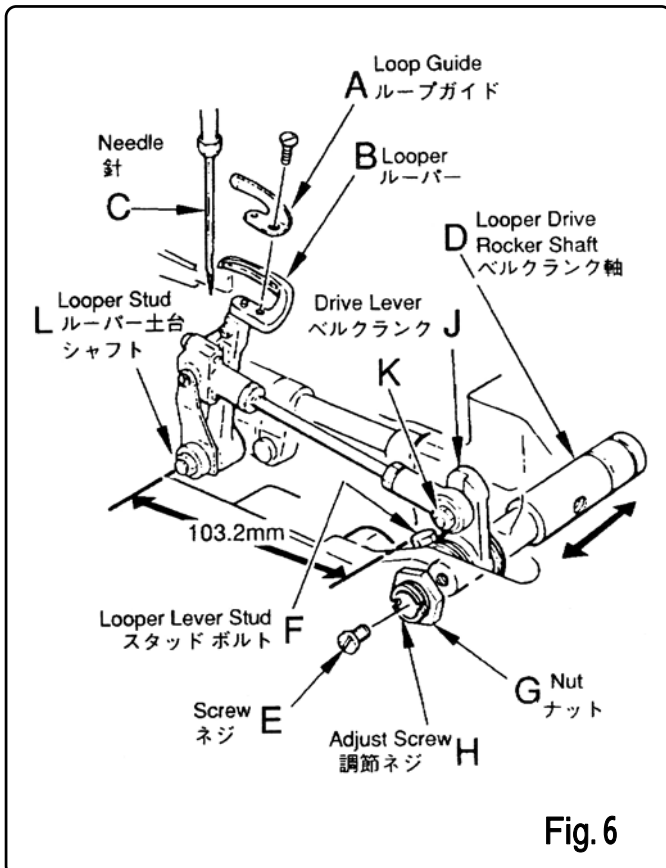

Fig. 6
a) Timing of Loper and Needle (Fig.6)
b) Loper Stroke (Fig.6)
a) 針とルーパーの同調(Fig.6)
- スラスト調節ネジ H は、一度ナット G と調節ネジ H を緩めてから、調節ネジをトルク 7kg/cm で締め付けてください。調整後、ナット G とネジ H をしっかりと締め付けてください。(Fig.6)
b) ルーパーの運動量(Fig.6)